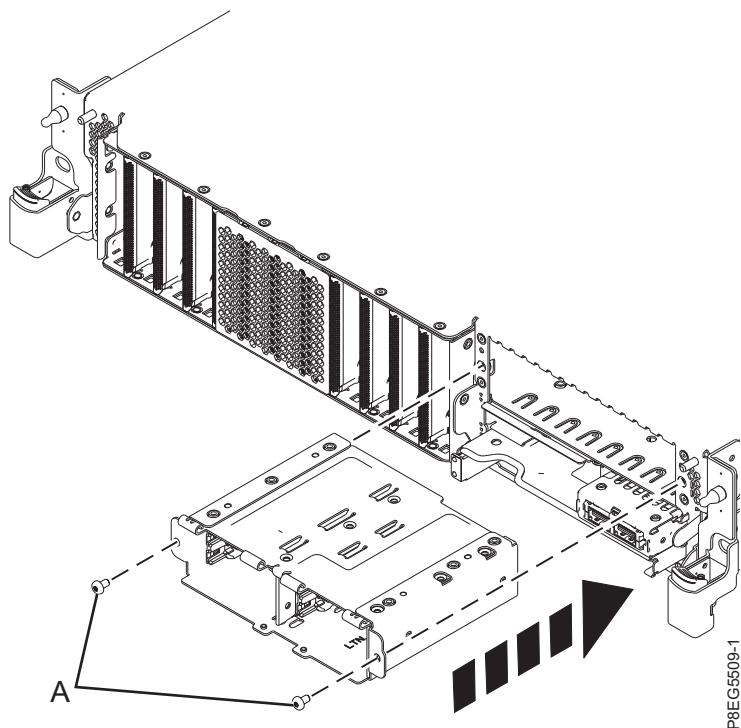

Figura 23. Reinstalación del receptáculo de SSD
4. Deslice el receptáculo de SSD a su posición. Coloque y apriete los tornillos (A). Consulte la Figura 23.